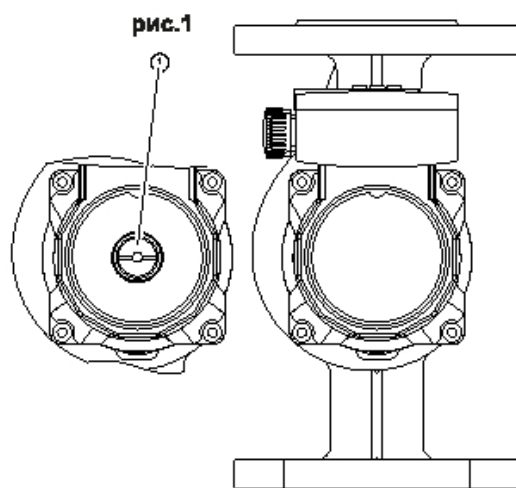

рис.2
- Монтаж насоса производите без механических напряжений и только с горизонтально расположенным валом насоса (см. положение на рис.2);
- Не допускается устанавливать насос (см. допустимые монтажные положения на рис. 2). При необходимости корпус мотора следует повернуть, вывернув предварительно болты крепления мотора к корпусу насоса.